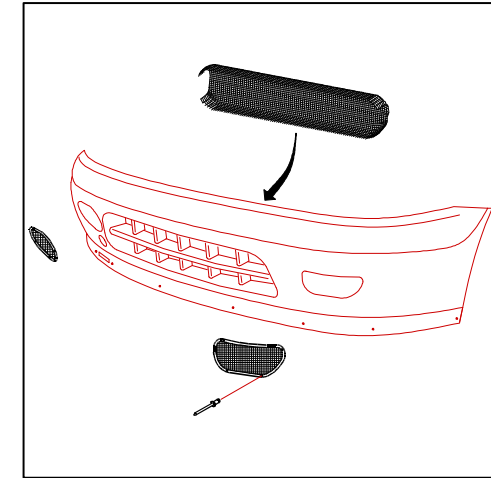

Fig. 3
- ① *côté gauche par l'intermédiaire d'un flexible de 80 mm de diamètre vers la boîte de vitesses côté embrayage*
- ② *côté droit par l'intermédiaire d'un flexible de 60 mm de diamètre vers le filtre à huile moteur*
*Il est conseillé de confectionner une protection avec du grillage fin selon le dessin fig 3.*